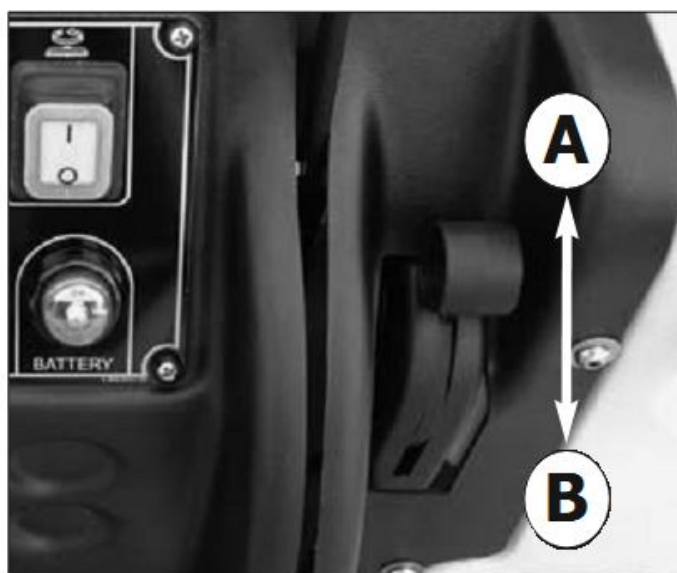

Рисунок 33
Установите рукоятку управления скоростью потока раствора в промежуточное положение между закрытой (рисунок 33 – А) и полностью открытой (рисунок 33 – В) позициями в зависимости от типа чистки.
- Повернув рычаг (рисунок 4 – В) (рисунок 33), откройте рабочий клапан.